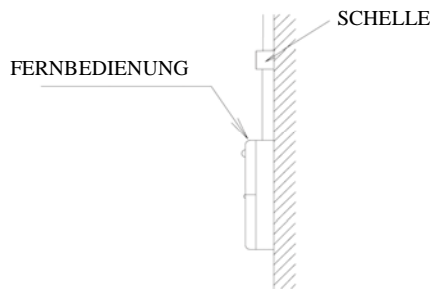
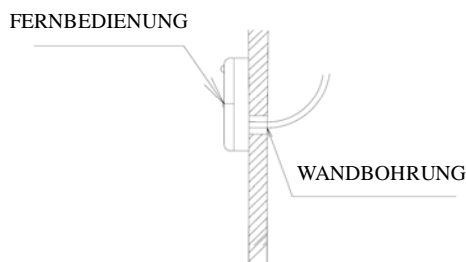

Abb. 51: Kabel an der Oberfläche installiert
Abb. 52: Kabel unter der Oberfläche installiert
3. Für eine Oberflächeninstallation des Steuerkabels zwischen der Kabel-Fernbedienung und dem Innengerät ist das Metallrohr 1# zu verwenden, das in einer entsprechende Aussparung in der Wand verlegt wird (siehe Abb. 51). Für eine versteckte Installation des Steuerkabels kann das Metallrohr 1# benutzt werden (siehe Abb. 52).